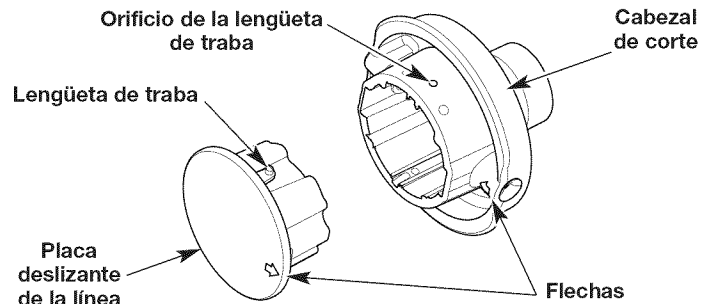

Fig. 10
2. Inserte un destornillador Phillips pequeño en el orificio de la lengüeta de traba y empújela hacia adentro (Fig. 10). Al mismo tiempo, hale la placa deslizante de la línea fuera del cabezal de corte.